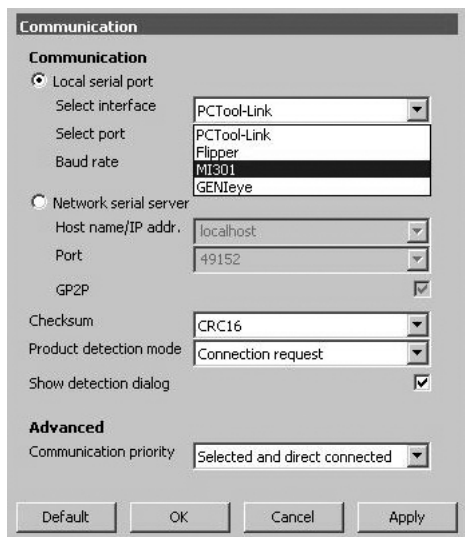

Рис. 17 Выбор интерфейса
6. Откройте раскрывающийся список "Select interface" (выбрать интерфейс) и выберите "MI 301". См. рис. 17.
7. Откройте раскрывающийся список "Select port" (выбрать порт) и выберите порт "PC Tool link". См. рис. 17. Нажмите [Apply] (Применить).